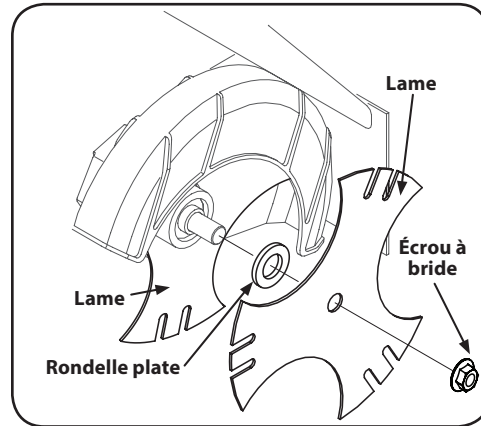

Figure 4-6
1. Utilisez deux clés (une clé pour retenir la tête du boulon et l'autre pour desserrer l'écrou à bride) pour enlever l'écrou qui retient la lame. Ne retirez pas la lame. Voir Figure 4-6.
2. Installez la rondelle plate et l'autre lame fournie avec l'appareil. Voir Figure 4-6.